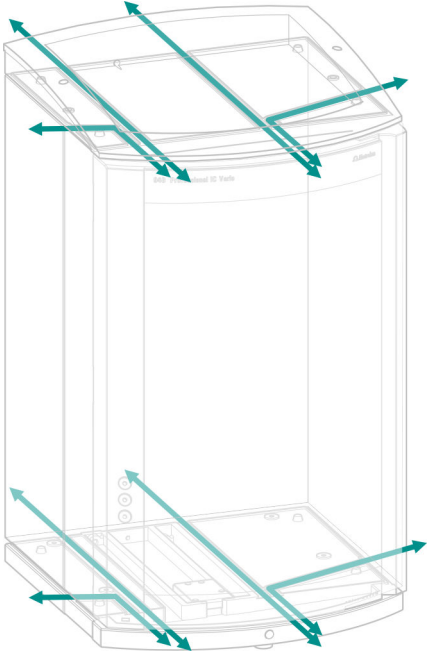

Abbildung 5 Kanäle für Kapillaren
- Kanäle zwischen dem Gerät und der Bodenwanne sowie zwischen dem Gerät und dem Flaschenhalter (*siehe Abbildung 5, Seite 12*)